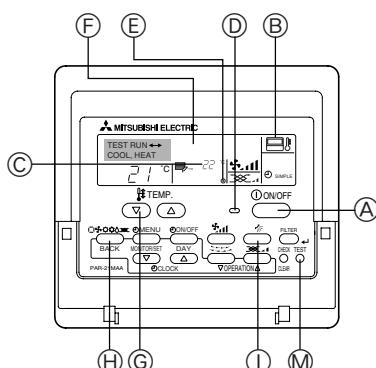

Fig. 8-1
8.2. Ensaio (Utilizar o controlo remoto com fio) (Fig. 8-1)